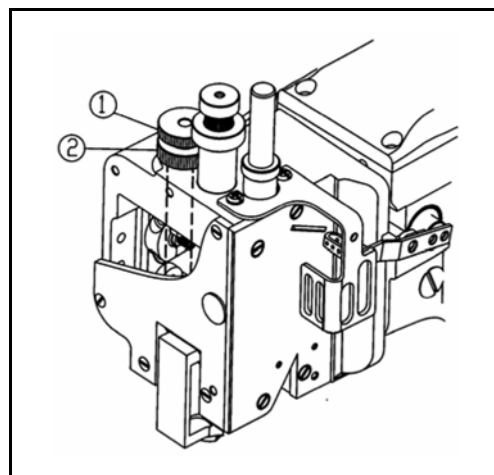

Рис. 14
- (1) Для того, чтобы поднять прижимную лапку, ослабьте стопорную гайку ② и поверните регулировочную гайку ① в направлении против часовой стрелки. (Рис. 14).